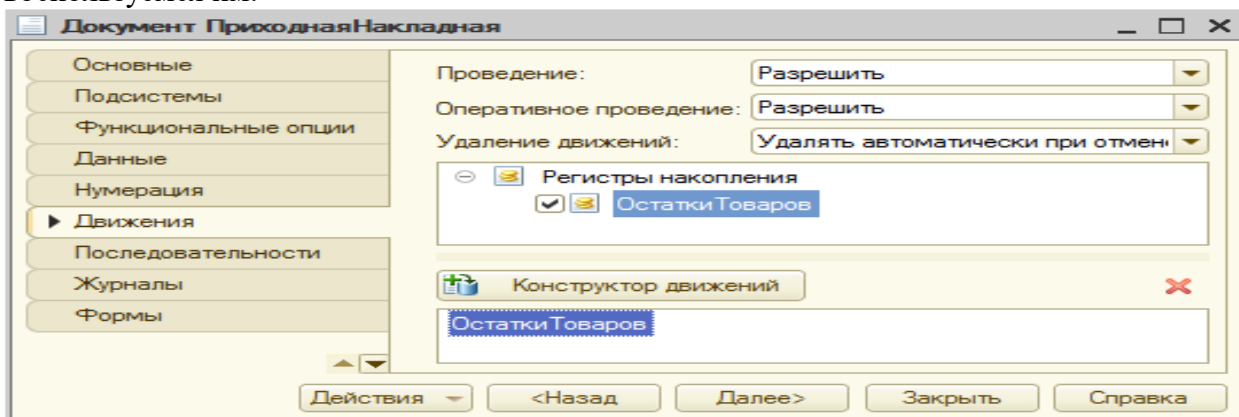

Рис. 44
2. Перейдите на закладку Движения и в списке регистров конфигурации отметим регистр накопления ОстаткиТоваров (Рис. 44). Обратим внимание на то, что как только будет выбран регистр, становится доступной кнопка Конструктор движений, воспользуемся им.